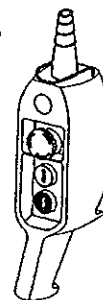

Fig. 5
- Enchufar la caja de pulsadores en el conector apropiado. El cabrestante está dotado de una caja con tres pulsadores (fig. 5):